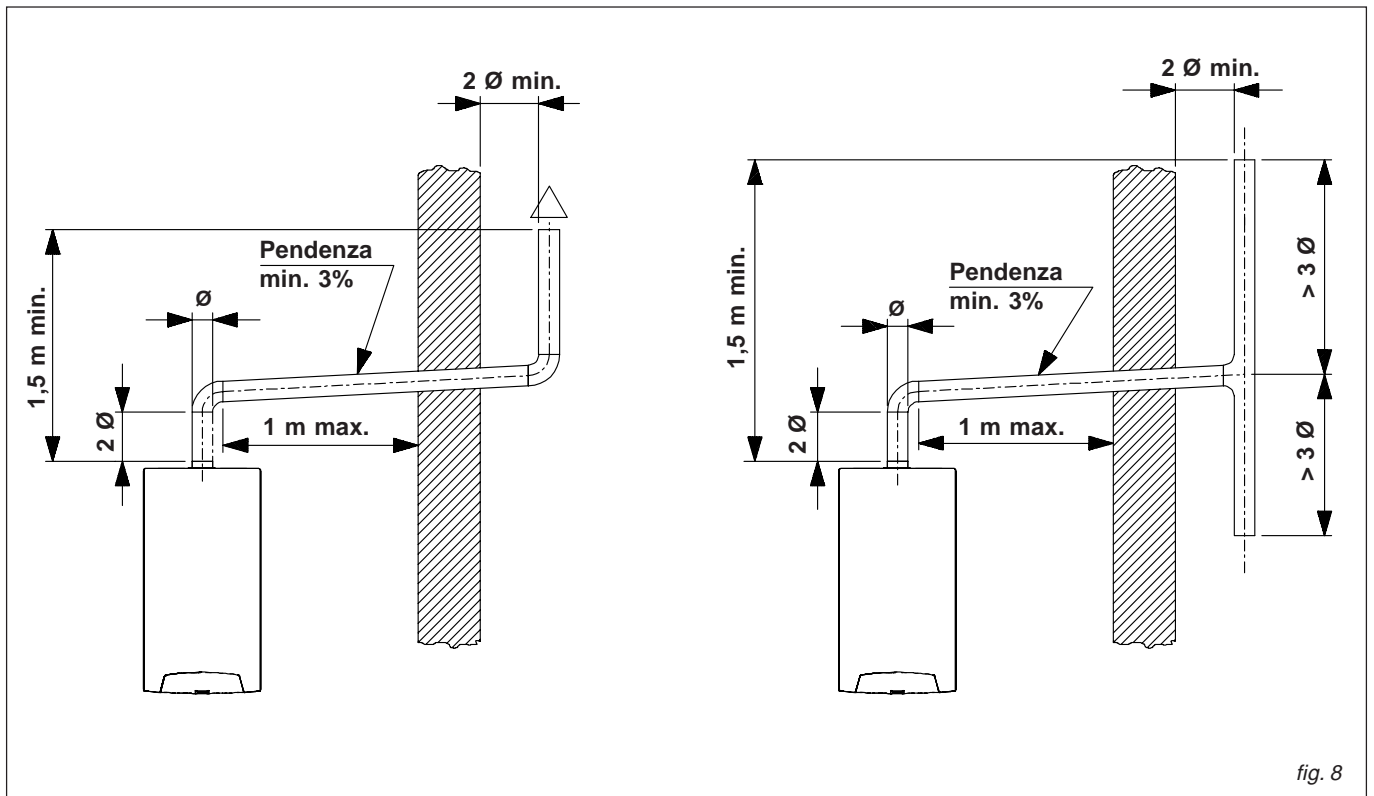

fig. 8
- Il terminale di tiraggio deve sovrastare di almeno 1,5 metri l'attacco del condotto di scarico sulla caldaia (vedi fig. 8)